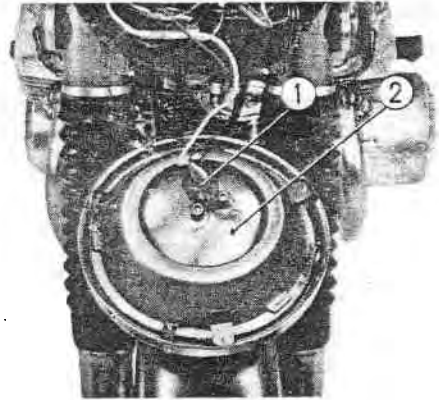

Fig. 16-4 ① Douille
2. Débrancher les fils d'alimentation du phare. (Fig. 16-4)